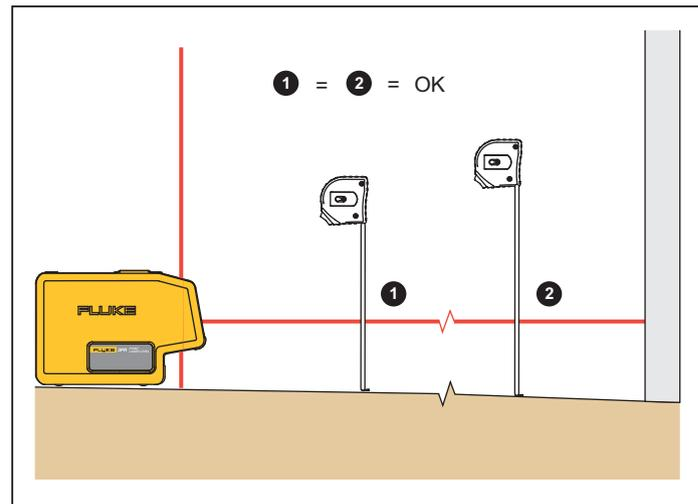

Рисунок 2. Выравнивание объекта по горизонтали
2. Измерьте расстояние от объекта до лазера. См. Рисунок 2.